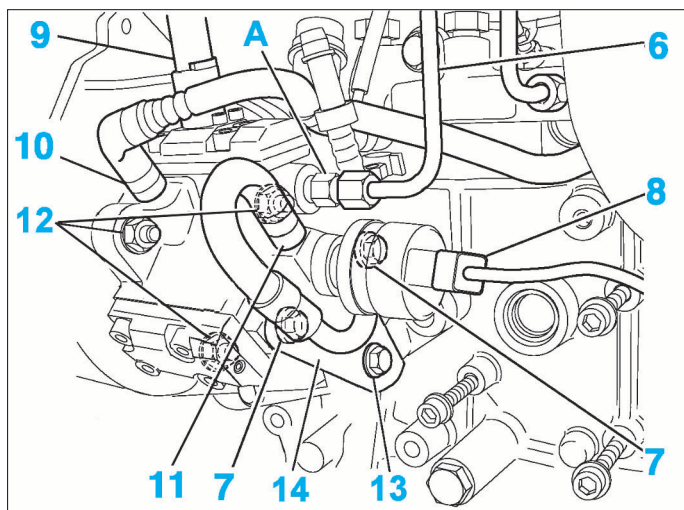
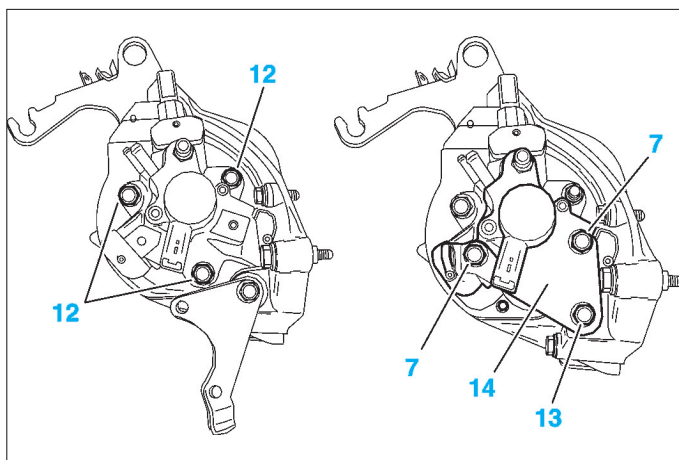

FIG. 50
FIG. 51
- Écarter les tuyaux (10) et (11) (Fig.49) et (Fig.50).
- les canalisations haute pression (6).
- les vis (7) (Fig.50) et (Fig.51).
- Desserrer la vis (13).
- Basculer le support (14).
- Déposer les fixations (12) puis la pompe haute pression.